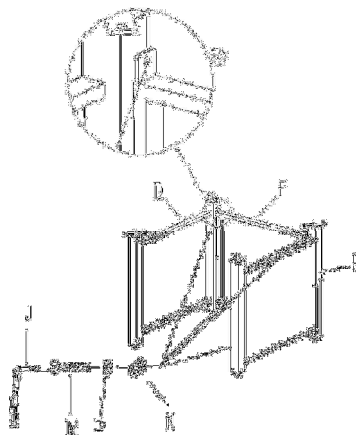

Figure 1
1. Attacher le côté gauche (D), le côté droite (E), et arrière (F) avec 4 boulons  $\frac{1}{4}$  in x 15 mm (M), 4 rondelles plates (N) et 4 rondelles élastiques (P) en utilisant la clé Allen (J) comme affiché à droite, (voir Figure1).